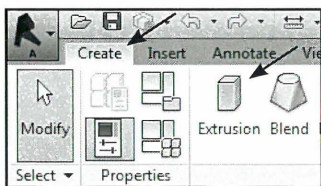

Fig. 08.49. Create - Extrusion.
- Vælg *Create - Extrusion* (Fig. 08.49).